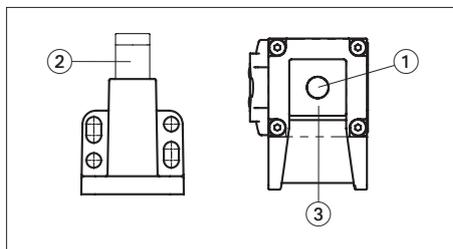

Figura 1: Testina di lettura e azionatore
Nella testina di lettura è presente un espulsore (1), con il quale durante lo sblocco l'azionatore viene sollevato oltre il pozzetto (vedi Figura 1). L'azionatore possiede un perno di chiusura con supporto elastico (2), nel quale si trova un transponder. Il meccanismo di ritenuta è attivo quando l'espulsore è inserito e il perno di chiusura si trova nel pozzetto (3) della testina di lettura.